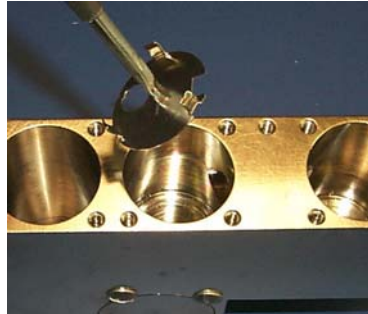

Abbildung 4-15 Bodenschlitzplatte
5. Stecken Sie einen dünnen Schraubendreher mit flacher Klinge fest in den Schlitz der Bodenschlitzplatte (Abbildung 4-15) und heben Sie die Platte durch Drehen und Hebeln des Schraubendrehers heraus.